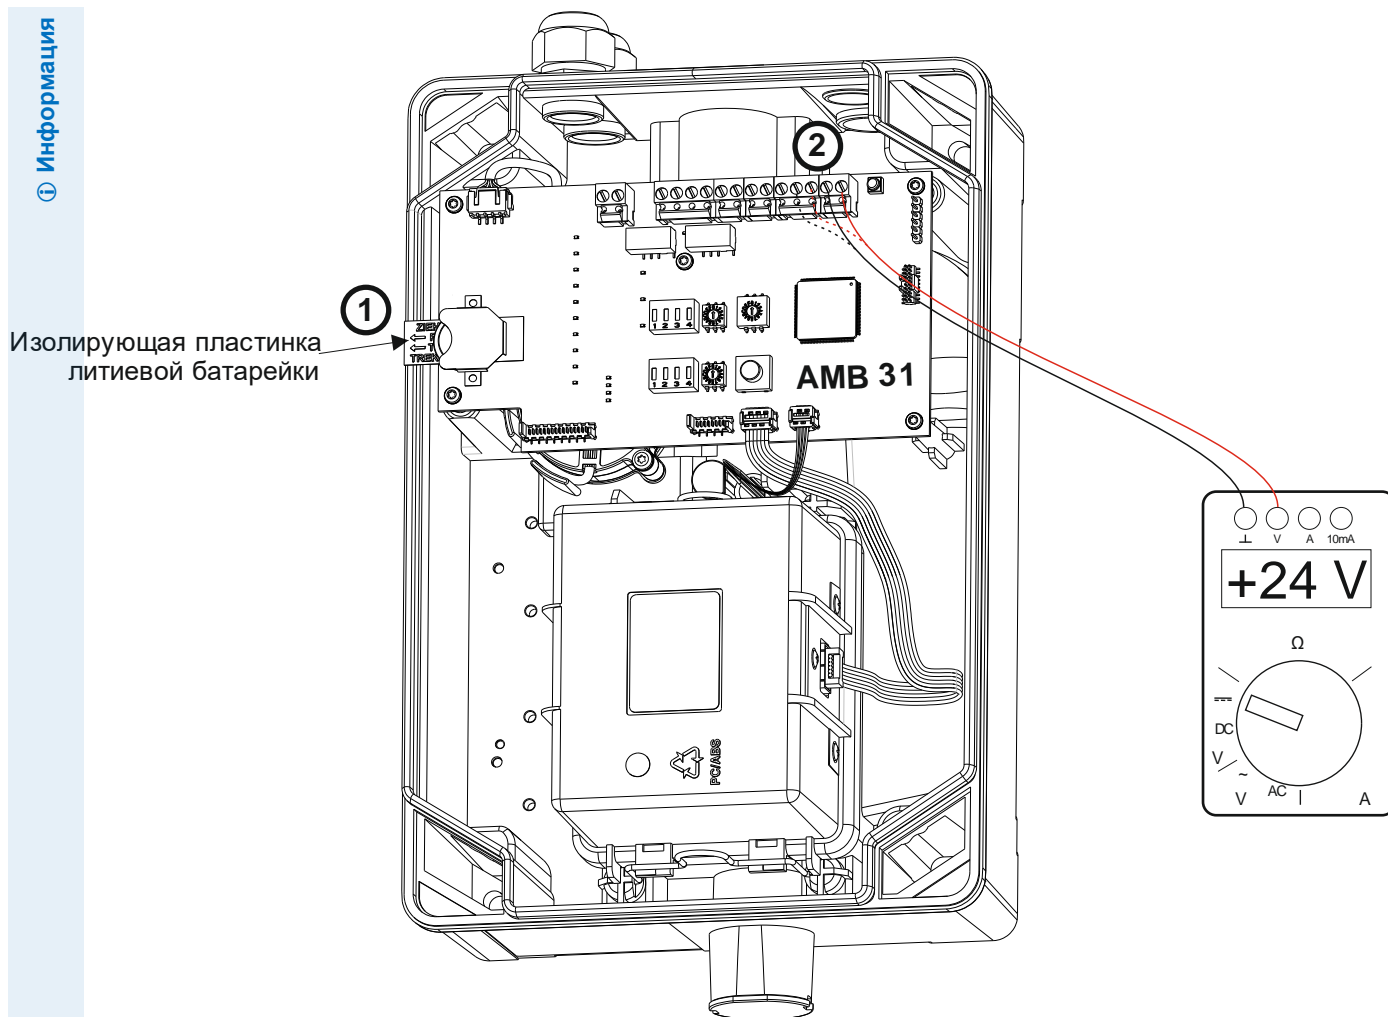

Рис. 46. Коробка оповещателя, открытая для ввода в эксплуатацию
- Выньте изолирующие пластинки литиевой батарейки, расположенной на плате AMB 31 (см. Рис. 46 (1)).
Напряжение должно составлять от 21,6 до 27,6 В пост. тока (при напряжении питания 24 В пост. тока) (см. Рис. 46 (2)).